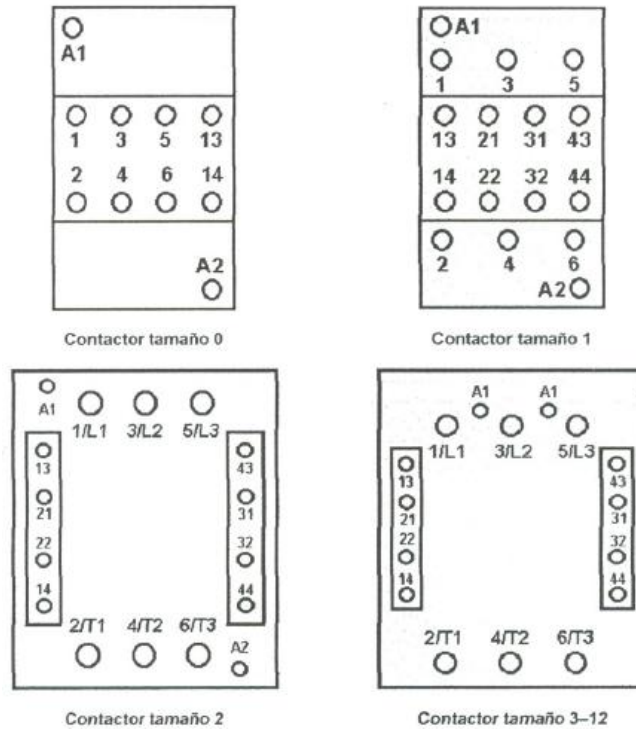

Fig. 1.3 Distribución de contactos auxiliares en los contactores magnéticos.
- a. *Contactos principales*, destinados a abrir y cerrar los circuitos principales o de potencia. Identificados en sus terminales de entrada L1, L2, L3 o 1, 3, 5 Y en sus terminales de salida por T1, T2, T3 o 2, 4, 6. Tal como se muestra en la fig. 1.3